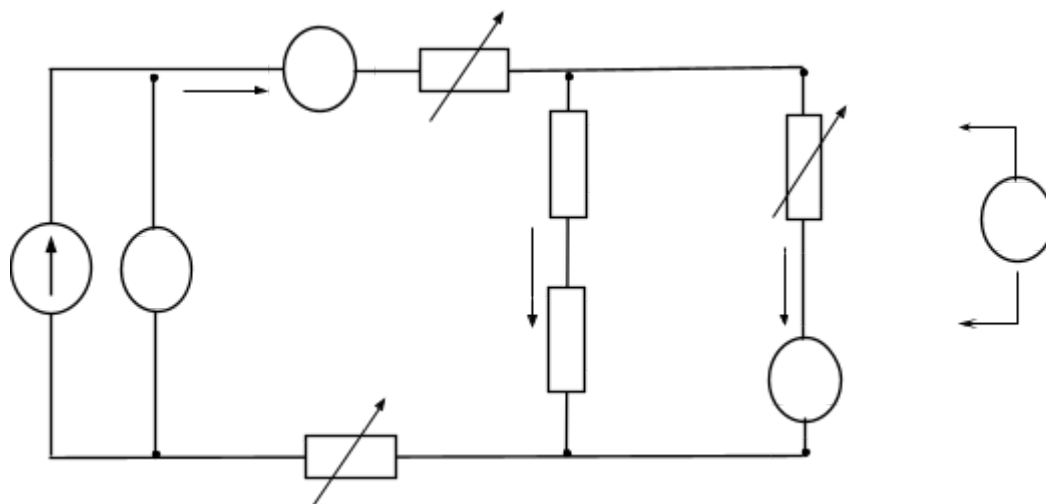

Рис. 6. Схема линейной электрической цепи постоянного тока со смешанным соединением элементов
7. Соберите цепь со смешанным соединением резисторов (рис. 6). В качестве резисторов $R1$, $R2$, $R3$ используйте резисторы блока «Резисторы / Активная нагрузка», а в качестве $R4$, $R5$ – резисторы модуля «Диоды, резисторы, конденсаторы», выбрав их сопротивления в соответствии с заданным вариантом (табл. 5). В качестве амперметров $PA1$ – $PA2$ используйте ампервольтметры модуля «Измерительные приборы» в режиме DC. Для измерения напряжений на резисторах используйте один из мультиметров. Представьте схему для проверки преподавателю.